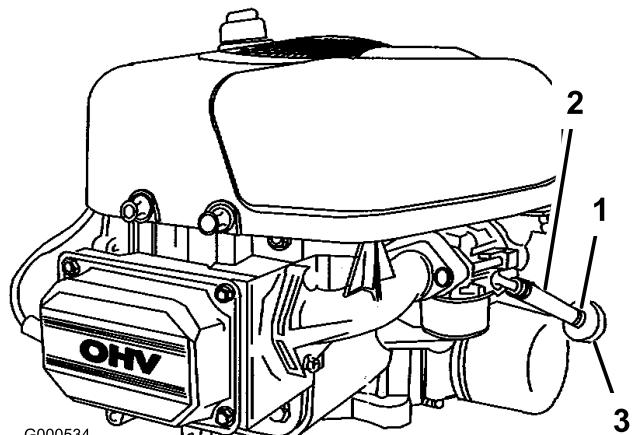

Figure 30
4. Desserrez le collier de serrage au niveau du filtre à carburant et éloignez-le du filtre en le poussant le long de la conduite d'alimentation (Figure 30).
5. Débranchez la conduite d'alimentation du filtre (Figure 30).
7. Raccordez la conduite d'alimentation au filtre. Rapprochez le collier de serrage du filtre pour fixer la conduite d'alimentation (Figure 30).
4. Pincez les extrémités des colliers et faites glisser ceux-ci pour les éloigner du filtre (Figure 30).
- Posez un filtre neuf et rapprochez les colliers de fixation du filtre (Figure 30).